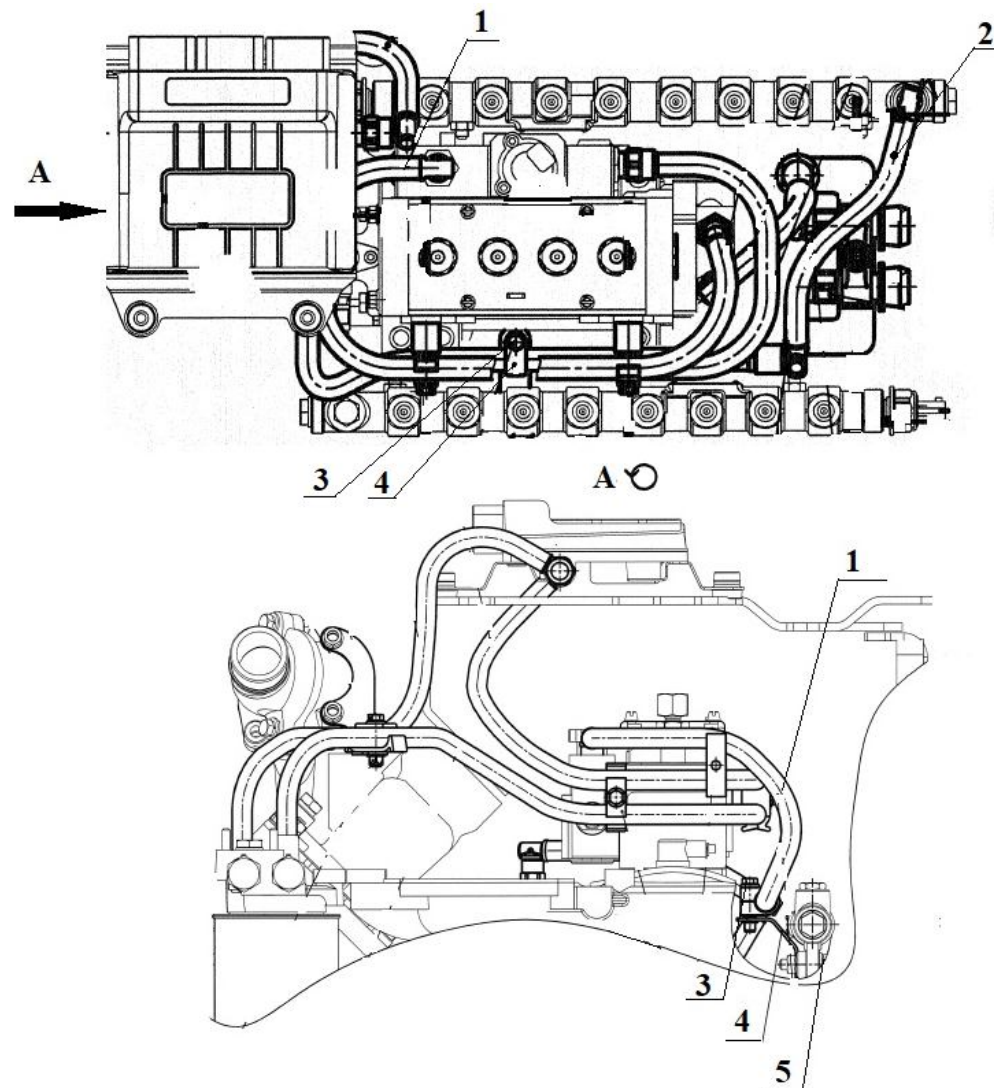

Рис. 3. Установка трубки отводящей от ТНВД и трубки дренажной
7. Болт 8.9226 и 8.9229 (Рис.3 п.5, п.3) – от 7,84 до 9,8 Нм